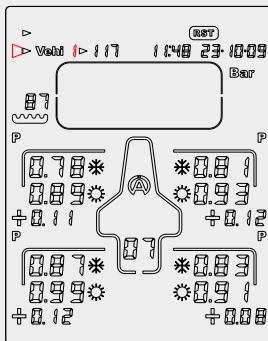

Figure 15
- 2) ボタン  or  « **Vehi** »を選択 (figure 15)
- 3) ボタン  or  車両を選択 (figure 15)